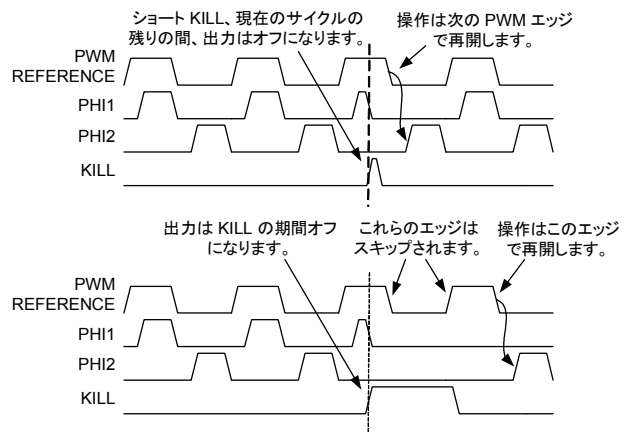

図 17-12. 同期リスタート KILL モード
- 同期リスタートモード:** KILL がアサートされた場合、High 内部状態はリセットで保持され、内部不感帯期間はカウンタに再ロードされます。KILL が High で保持されている間、到達する PWM リファレンスエッジは無視されます。KILL が否定された場合、次に到達する PWM リファレンスエッジは不感帯処理をリスタートします。図 17-12 を参照してください。